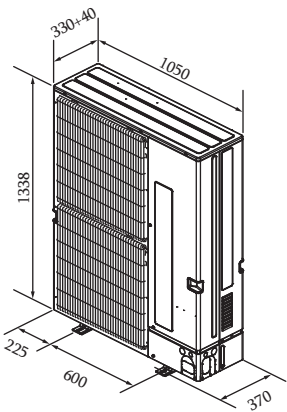

Fig. 2-1
2.3. Եզրագծային չափսեր (Արտաքին բլոկ) (Fig. 2-1)